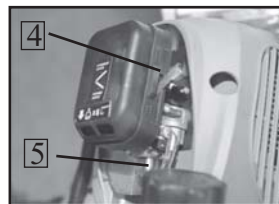

рис. 5
а) Переведите выключатель зажигания 1 (рис.5) в положение “СТАРТ”;
б) 5-7 раз нажмите на кнопку насоса ручной подкачки топлива 5 (рис.5). Если топливо не заполнило колпачок, надавите на кнопку насоса ещё несколько раз;
в) Переведите рычаг воздушной заслонки 4 (рис.5) вверх в положение “Полностью закрыта”;
е) Переведите рычаг воздушной заслонки 4 (рис.5) вниз в положение “Полностью открыта”.
7.1.3 Запуск “горячего двигателя”. При запуске прогретого двигателя нет необходимости полностью закрывать воздушную заслонку. Перед запуском прогретого двигателя установите рычаг воздушной заслонки 4 (рис.5) в положение “Частично закрыта” - среднее положение между “Полностью закрыта” и “Полностью открыта”. Далее запускайте двигатель как указано в п.7.1.2 (г-е).
7.2.1 Отпустите рычаг управления дроссельной заслонкой 3 (рис.5).
7.2.2 Переведите выключатель зажигания 1 (рис.5) в положение “СТОП”